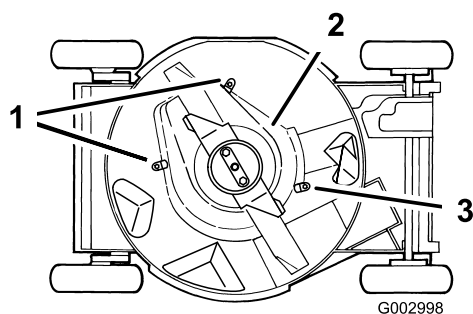

Figura 37
6. Afloje las pestañas que fijan el protector del embrague del freno de la cuchilla a la carcasa, aflojando las tuercas o los pernos de las pestañas (Figura 37). Gire las pestañas 180° para que no estorben.